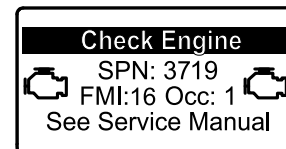

Figure 30
- Si une régénération stationnaire est nécessaire, l'InfoCenter affiche un avertissement moteur SPN 3719, FMI 16 (Figure 30) et le calculateur moteur réduit la puissance du moteur à 85 %.